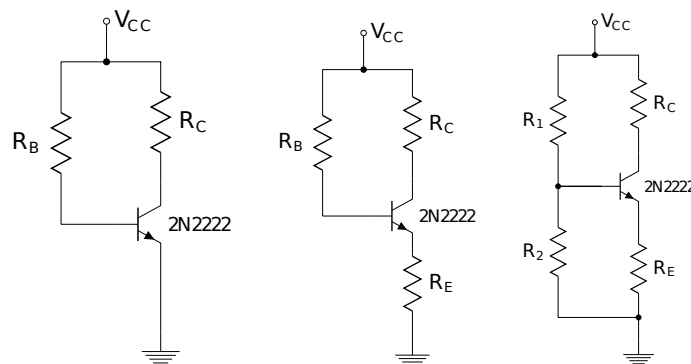

Figura 2.1: Amplificadores básicos en configuración Emisor-Común.
1. Calcule los valores de las resistencias para los amplificadores mostrados en la Figura 2.1 con el procedimiento visto en clase.
2. Arme los circuitos mostrados en la Figura 2.1 utilizando los valores de componentes previamente calculados.